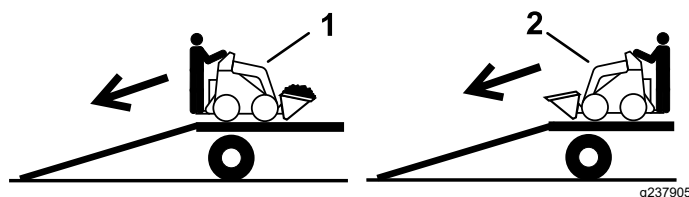

Bild 16
2. Fahren Sie beim Entladen vom Anhänger mit dem schweren Ende der Maschine auf die Rampe und befördern Sie Lasten niedrig (**Bild 16**).